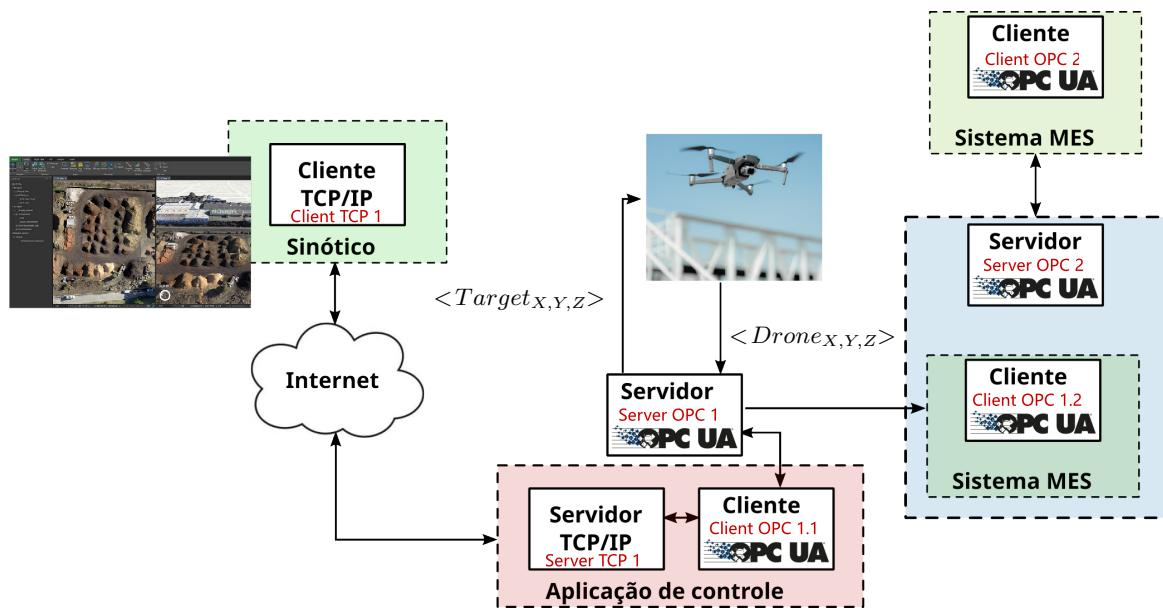

Figura 4: Sistema distribuído para operação do processo.
- Crie um programa chamado *CLP* que contenha um cliente OPC UA (para ler e atuar no drone via servidor) e um servidor TCP/IP (responsável por receber conexões de clientes TCP/IP que desejem controlar o processo). *Sugestão:* crie duas threads, uma para cada finalidade. O cliente OPC irá ler a posição do drone ($Drone_{X,Y,Z}$) e enviar comandos de referência de posição ($Target_{X,Y,Z}$), conforme ilustrado na figura 4.
A figura 4 ilustra a estrutura da rede distribuída a ser implementada.